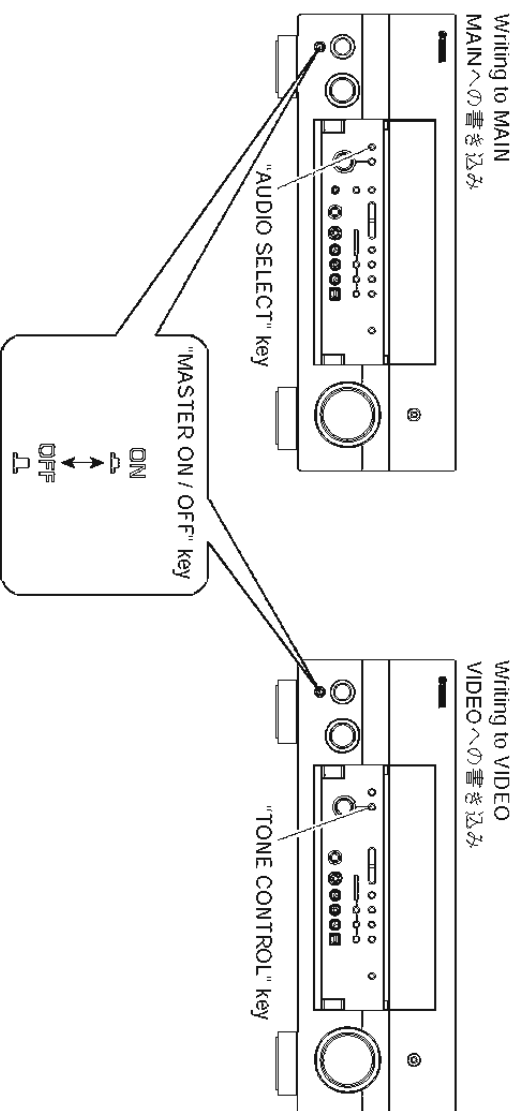

Fig. 8
5. Press the "MASTER ON/OFF" key of the main unit to turn it on. (Fig. 8)
6. For writing to MAIN, while pressing the "AUDIO SELECT" key of the main unit, connect the power cable of the main unit to the AC outlet. (Fig. 8)
- For writing to VIDEO, while pressing the "TONE CONTROL" key of the main unit, connect the power cable of the main unit to the AC outlet. (Fig. 8)
5. 本機の"MASTER ON/OFF"キーを押して、ONの状態にします。(Fig. 8)
6. MAINへの書き込みには、本機の"AUDIO SELECT"キーを押しながら、本機の電源コードをACコンセントに接続します。(Fig. 8)
- VIDEOへの書き込みには、本機の"TONE CONTROL"キーを押しながら、本機の電源コードをACコンセントに接続します。(Fig. 8)